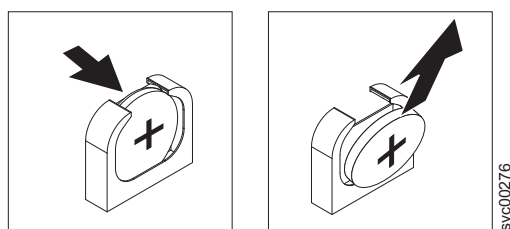

Figura 187. Portador de bateria CMOS do SAN Volume Controller 2145-CG8 ou 2145-CF8
8. Remova a bateria CMOS, conforme mostrado em Figura 187: